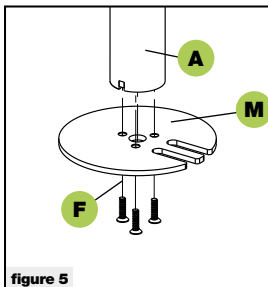

figure 5
2. Install the grommet base plate (m) to the pole (a) using 3pcs M5x14 bolts (f) and tighten using the Allen key (o), see figure 5.
2. Die Lochplatte (m) mit den 3 Schrauben 5x14 (f) am Rohr (a) befestigen und mit dem Inbuschlüssel (o) festziehen, wie in Abbildung 5 gezeigt.
2. Monter la base à anneau (m) sur le tube (a) en utilisant 3 vis M5x14 (f) puis les serrer à l'aide de la clé Allen (o), conformément à la figure 5.
2. Instalar la base de anillo (m) en el tubo (a) usando 3 tornillos M5x14 (f) y apretarlos con la llave Allen (o), como en la ilustración 5.
2. Zamontować podstawę pierścieniową (m) na rurze (a) za pomocą 3 śrub M5x14 (f) i dokręcić je kluczem imbusowym (o), jak na rys. 5.